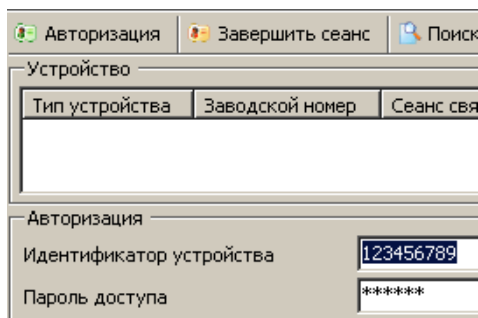

Рисунок 70 – Авторизация устройства
6.12 В разделе авторизация установить идентификатор счетчика и пароль доступа (рисунок 70). Нажать на кнопку «Авторизация».